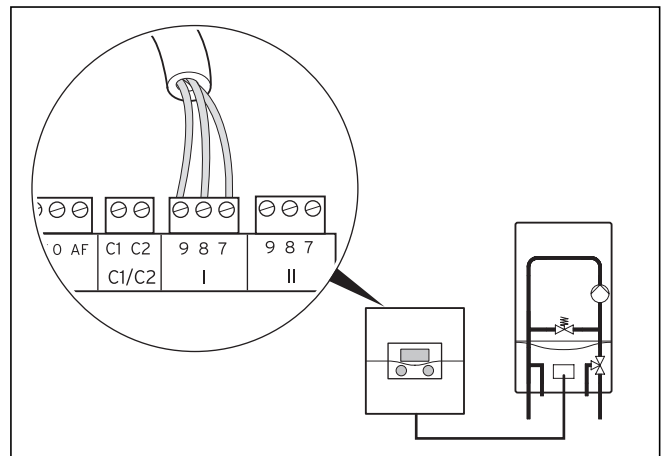

Abb. 5.1 Heizgerät anschließen
- Nehmen Sie die Anschlussverdrahtung des Heizgeräts mit der Verbindungsleitung (min. 3x0,75 mm²) vor (→ **Abb. 5.1**).